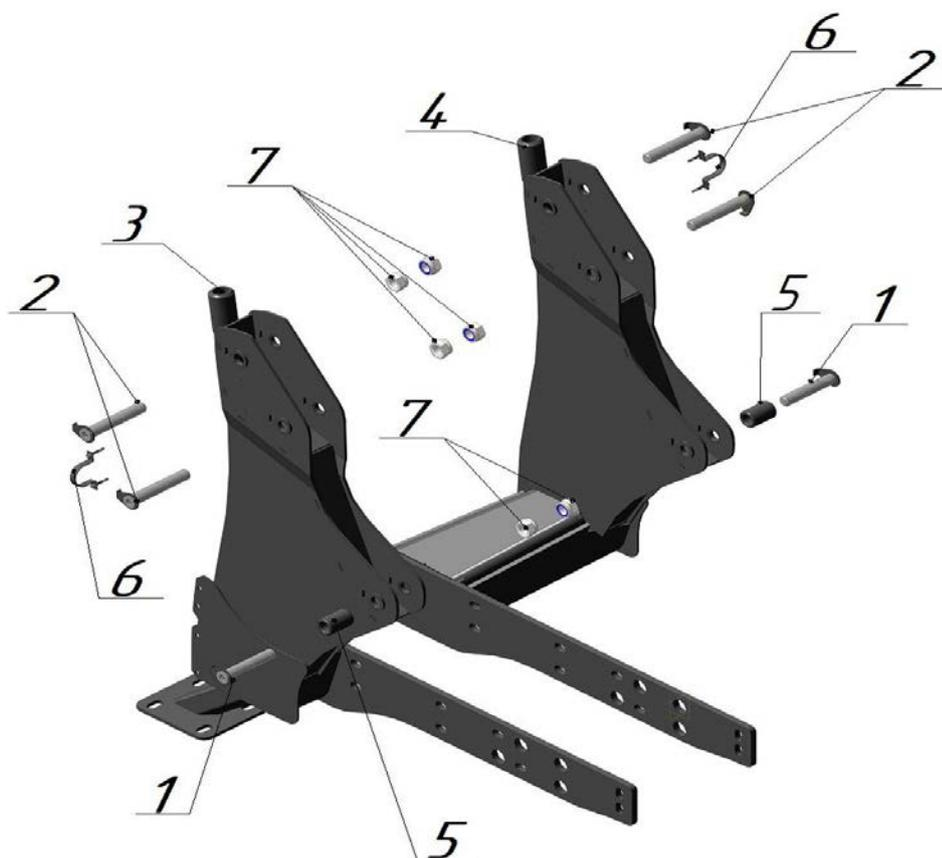

Рис. 2.4 – БЗ-Р.04.090 сборка подрамников
2.4. Состав сборки подрамников БЗ-Р.04.090 (трактор Беларус 952.3-6 без быстросъёмного механизма с трактора) приведен на рис. 2.4 и таблице 2.4.